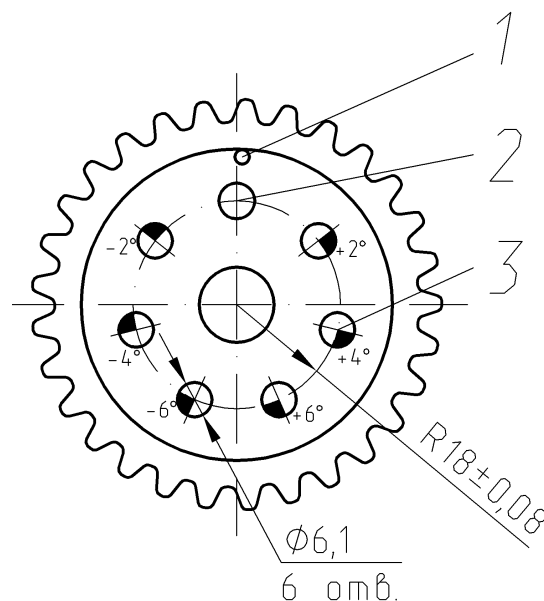

Рис.70. Звездочка распределительного вала с дополнительными отверстиями:
5. По установленному на звездочку распределительного вала кондуктору в каждой звездочке просверлить шесть дополнительных отверстий 3 (рис.70) $\varnothing 6,1$ мм со следующими угловыми смещениями от номинального положения заводского отверстия 2: